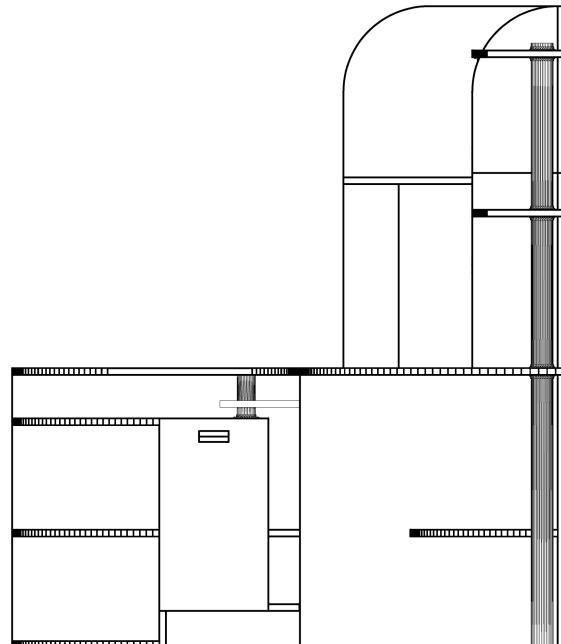
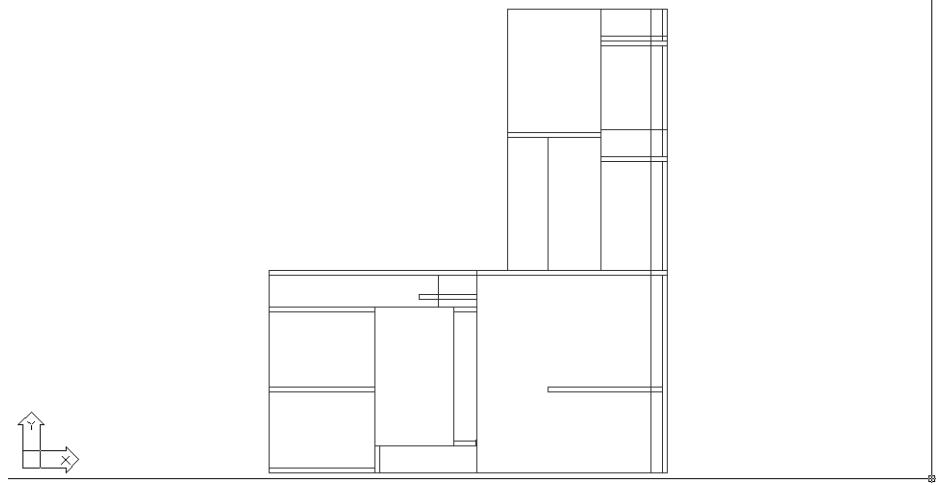

Рис. 8.40 ▶ Эталонный вид справа рабочей зоны
Рис. 8.41 ▶ Основные объекты вида справа сформированы
3. Руководствуясь рис. 8.40, а также рис. 5.1 и 8.1, выполните обрезку пересекающихся линий, сформировав вид справа (рис. 8.41).
4. Выполните сопряжение закругленных верхних частей с радиусом 232 мм (на рис. 8.40 кажется, что радиусы разные, однако это лишь обман зрения) и завершите формирование верхних частей полок (вам понадобиться начертить две дополнительные линии, а также обрезать сопряженный контур верхней части боковой стенки, который должен быть скрыт за полкой).
6. Вставьте блок **Опора 50**, используя в качестве точки вставки верхнюю точку оси опоры (см. рис. 8.41). Для устранения эффекта «прозрачности» подставки под клавиатуру вам понадобиться расформировать вставленный экземпляр блока, а затем вырезать сегменты вертикальных линий опоры, которые находятся внутри контура подставки. Завершив обрезку, удалите центральную линию опоры.